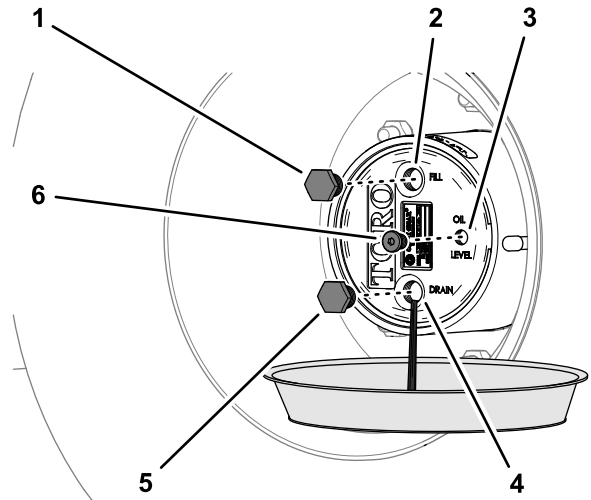

Figura 96
2. Coloque un recipiente debajo del buje del engranaje planetario, retire el tapón de vaciado, el tapón de llenado y el tapón de verificación y deje que se drene por completo el lubricante (Figura 96).